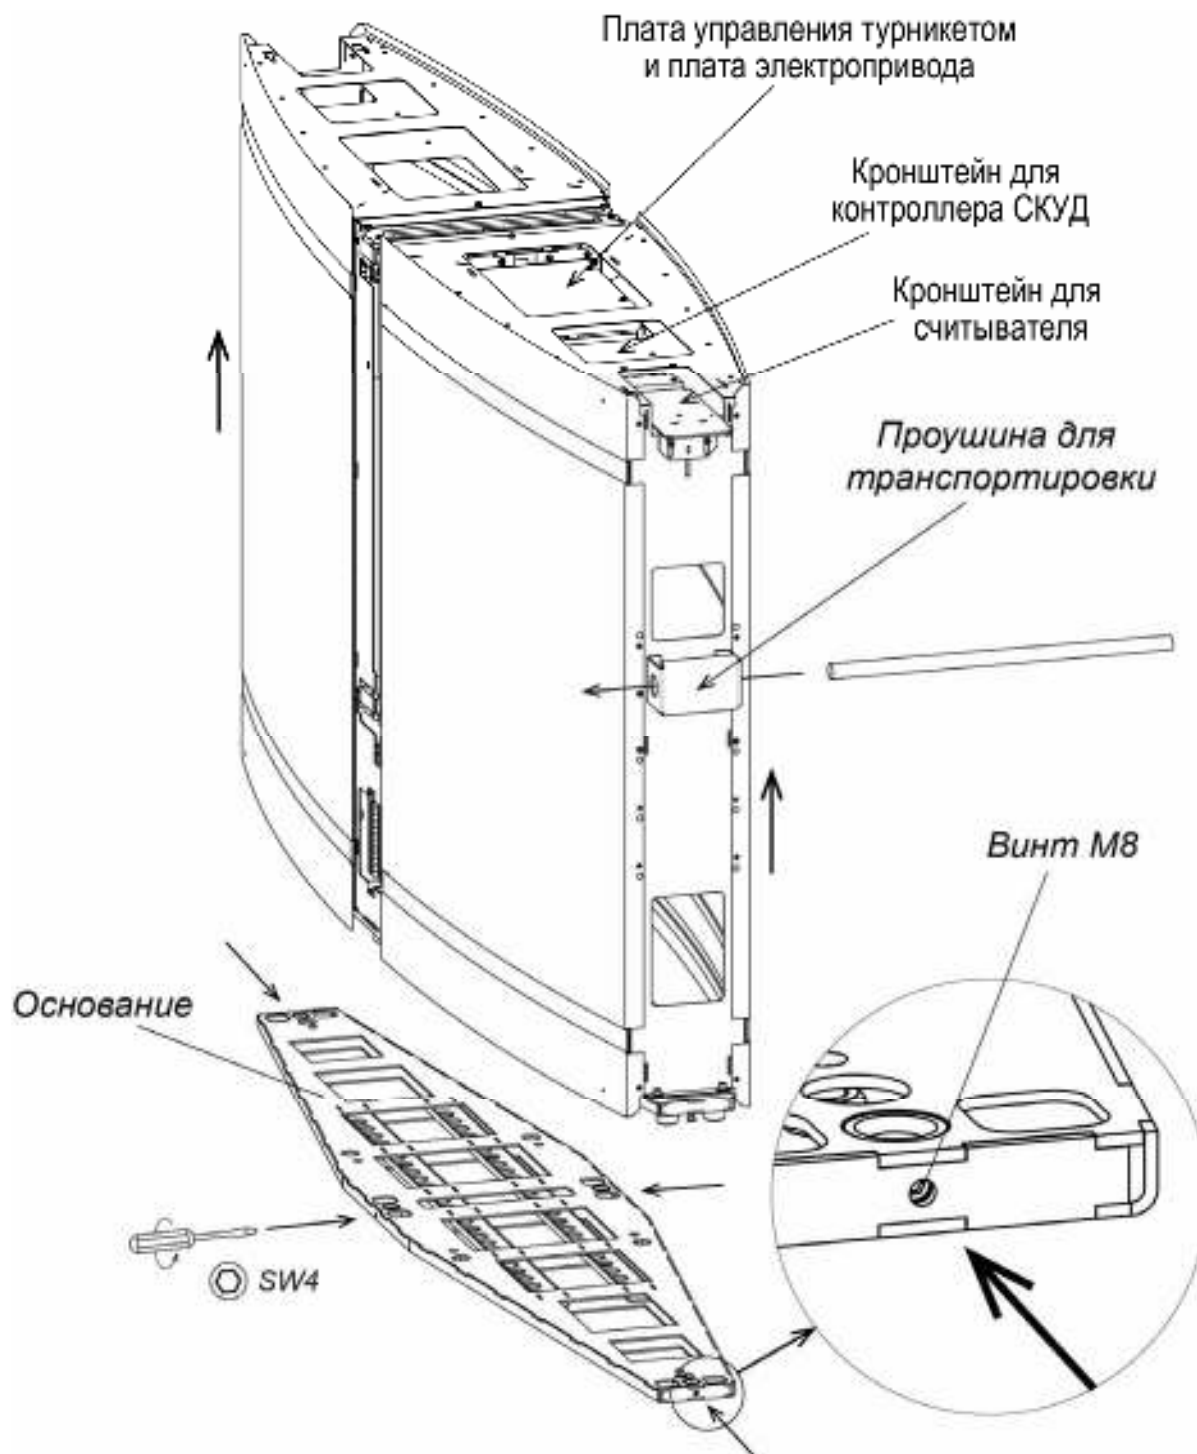

Рисунок 20. Демонтаж секции с основания
10. Установите секцию *Master* на основание, предварительно протянув внутрь ее соединительные кабели. Используя шестигранный ключ SW4, закрепите секцию на основании с помощью четырех установочных винтов М8 (см. рис. 20). При необходимости для более удобной прокладки кабелей внутри корпуса секции имеется возможность отсоединить и выдвинуть по продольной оси одну или две съемные части корпуса (см. разд. 8.7.3, рис. 21).
18. При необходимости произведите монтаж считывателей карт доступа и контроллера СКУД – считыватели устанавливаются на предусмотренные для этого кронштейны, расположенные внутри секций под верхними блоками индикации крышек, контроллер СКУД может быть установлен на специальных стойках¹ в проеме корпуса секции сверху под крышкой турникета (см. рис. 20).
1. Ключом шестигранным SW4 выверните до упора четыре винта M8 (см. рис. 20).
Плата электропривода створки располагается под стеклянной крышкой турникета с правой стороны от створки в проеме корпуса секции, см. рис. 20 (для стороны *Master* совместно с платой управления).